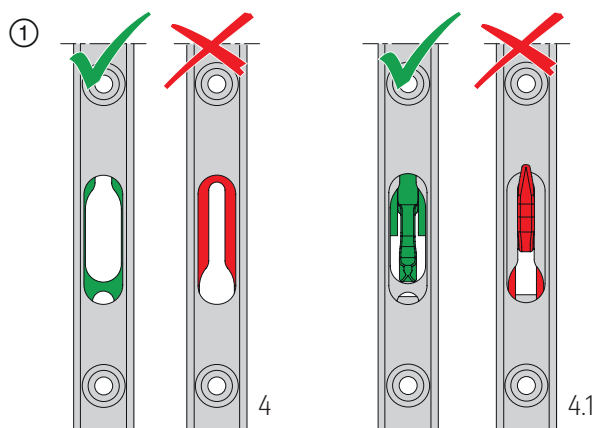
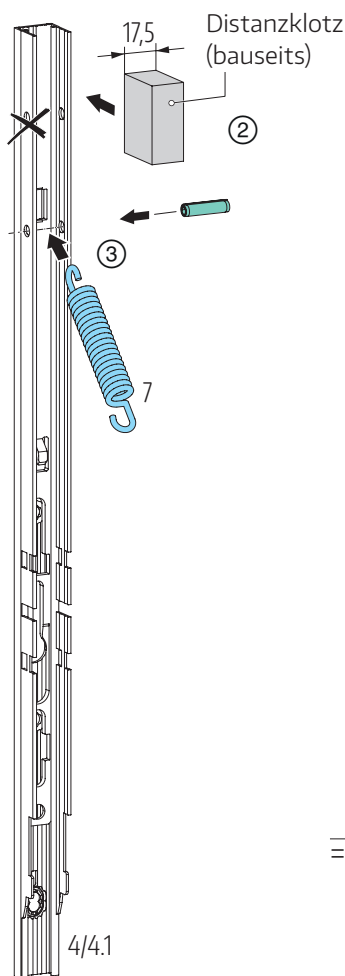

Abb. 22
Abb. 23
- ① Getriebe für Bolzen 4 oder Getriebe mit Haken 4.1 in Schiebstellung (angehobene Position) bringen; **Abb. 22.**
- ② Distanzklotz (bauseits) als Montagehilfe in Getriebestulp einsetzen.
- ③ Schraubenzugfeder 7 und Spannstift positionieren; **Abb. 23.**